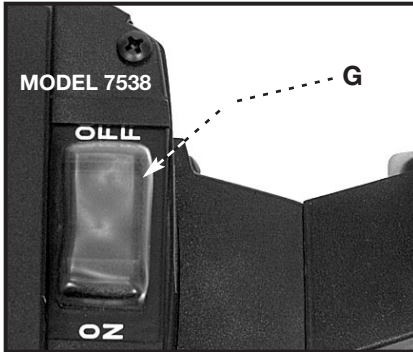

Fig. 12
Le **MODÈLE 7538** est pourvu d'un disjoncteur de type thermique (G) Fig. 12, situé dans la partie supérieure du moteur. Ce disjoncteur se déclenchera à l'arrêt en présence de conditions prolongées de surcharge.